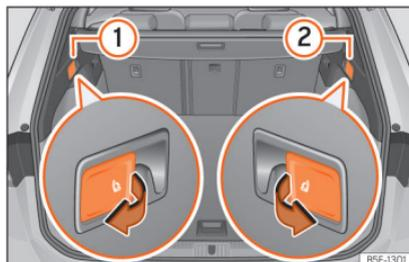

Fig. 122 Na bagageira: alavancas para o desbloqueio do encosto traseiro.
- Puxe a alavanca de desbloqueio à distância da parte esquerda »» Fig. 122 ① ou direita ② do encosto no sentido da seta. A parte desbloqueada do encosto traseiro rebate-se automaticamente para a frente.